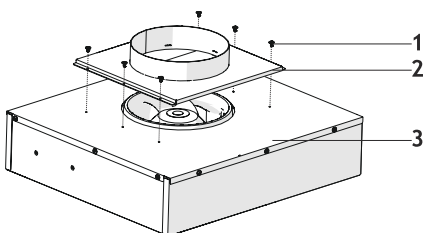

Fig. 19
6. ➡ ■ Vid behov; skruva loss utsugsplåten från motorn och skjut motorn på plats under sockeln. Skruva sedan fast utsugsplåten över hålet i skåpets bottenplatta till motorn (Fig. 19/20).